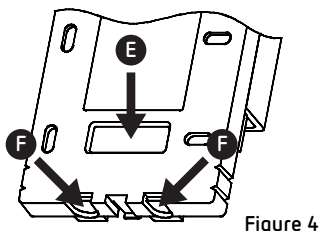

Figure 4
- Insertion postérieure : retirez à l'aide d'un tournevis, l'élément de la base indiqué par E sur la figure 4.
- Insertion par le bord inférieur de la base : retirez, à l'aide d'un tournevis, les pièces indiquées en F de la figure 4.